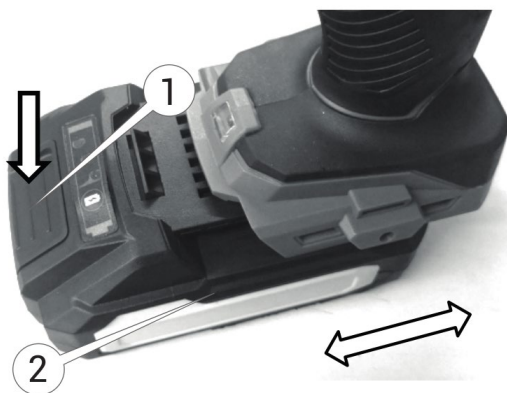

Рисунок 3. Схема під'єднання та від'єднання акумуляторної батареї.
3. Виконати під'єднання батареї, як зображено на рис. 3: поєднати виступи на батареї (2, рис. 3) із пазами на корпусі виробу (9, рис. 1) та із невеликим зусиллям посунути її до появи характерного звуку фіксації батареї на своєму робочому місці у виробі. Не рекомендовано докладати надмірних зусиль під час під'єднання акумуляторної батареї. Якщо акумуляторна батарея під'єднується із зусиллям, то це означає, що дії зі встановлення виконуються неправильно, або в пази корпусу потрапив сторонній предмет, наприклад, стружка.
4. Для від'єднання акумуляторної батареї натиснути на кнопку на передній частині акумуляторної батареї (1, рис. 3) та вийняти її з корпусу виробу.